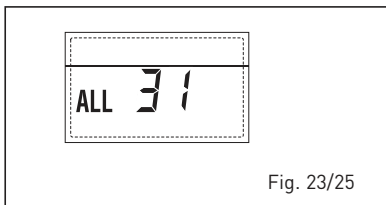

Fig. 23/25
- ANOMALIE CONFIGURATION INSTALLATION TROIS ZONES "ALL 32" (fig. 23/26)